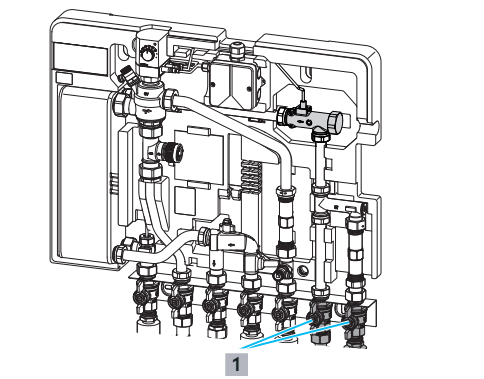

Abb. 3: Demontage /Montage
- Schließen Sie die markierten 2 Kugelhähne (siehe Abb. 3 (1)) der Kugelhahnanschlussleiste.